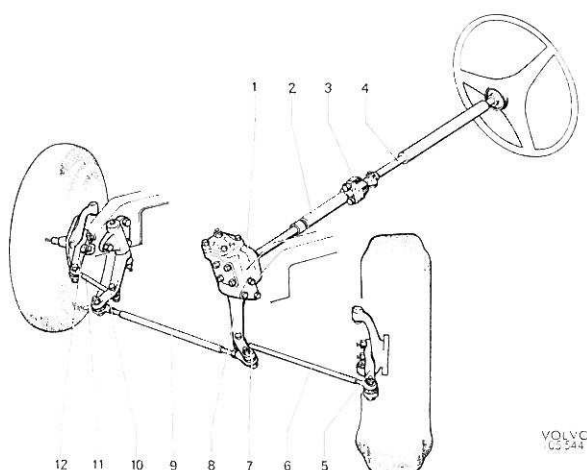
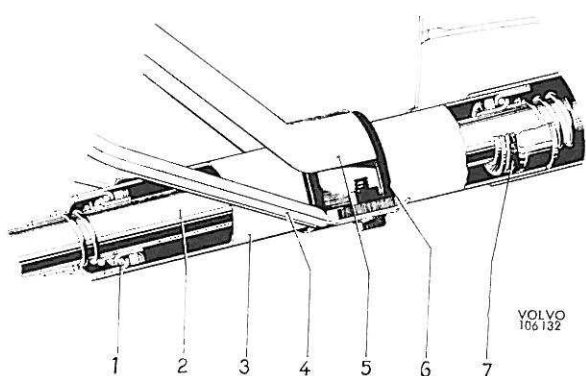
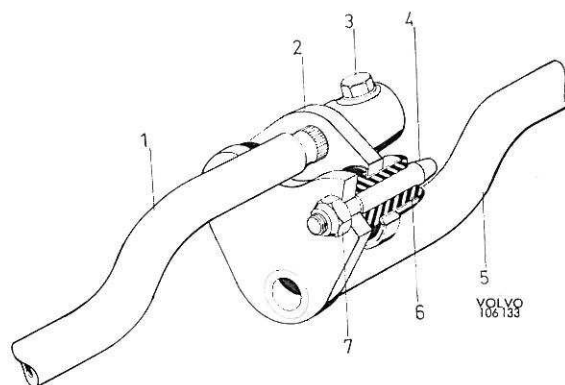

Figure 33. Mécanisme de direction
Figure 34. Montage de colonne de direction, 120
Figure 35. Dispositif de sécurité, 120
La construction du système de direction ressort de la figure 33. Les mouvements de pivotement du volant sont transmis aux roues par l'intermédiaire de la colonne de direction (4), du boîtier de direction (1), de la biellette pendante (8), de
Le partie supérieure de la colonne de direction est montée sur des roulements à billes dans le tube de direction, lequel est à son tour fixé à la carrosserie par des bagues caoutchouc et des étais, voir figure 34. Un accouplement caoutchouc monté entre la colonne de direction et le boîtier de direction permet de réduire les vibrations éventuelles. Sur les voitures de modèle récent, il existe un dispositif de sécurité qui permet un déplacement des deux parties de la colonne de direction dans le sens axial lors de chocs violents. Ceci permet d'éliminer les risques d'enfoncement de la colonne de direction dans l'habitacle lors d'une collision frontale. Sur la 120, ce dispositif est constitué par deux flasques (figure 35) reliés l'un à l'autre par des bagues caoutchouc. Pour la 1800, ce dispositif (2, figure 33) est constitué par un assemblage à cannelures, avec douille de serrage.
Les joints à rotule des barres d'accouplement et de connexion sont revêtus de plastique, ce qui rend superflu tout graissage d'entretien. La barre d'accouplement (9, figure 33) est munie de joints à rotule (extrémités de barre d'accouplement) interchangeables. Alors que les joints à rotule des barres de connexion (6 et 11) font corps avec les barres. Les leviers d'attaque de fusées (5 et 12) sont vissés aux fusées de roues.
On trouvera sur les figures 34, 43 et 44 certains exemples de montage de la colonne de direction sur les voitures décrites dans ce Manuel.